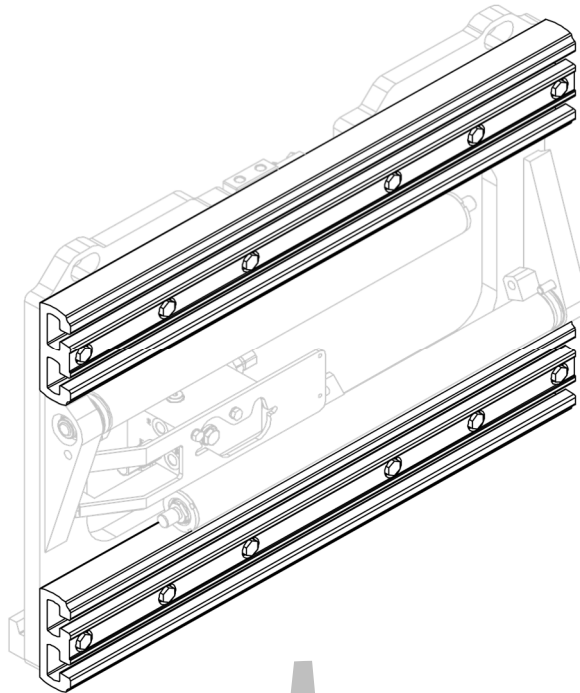
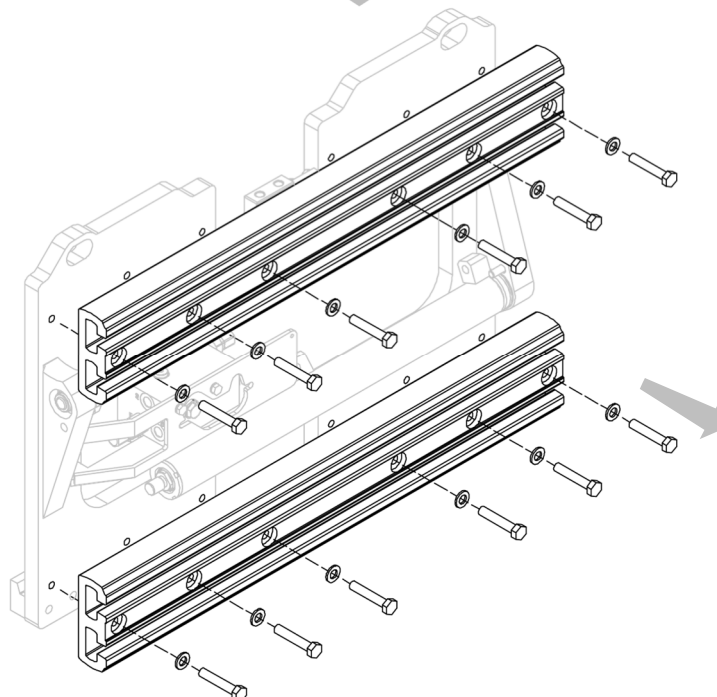

Figure 24
Figure 25
2. Retirer, un par un, les profilés en aluminium après avoir dévissé les vis appropriées (voir *Figure 24* et *Figure 25*).